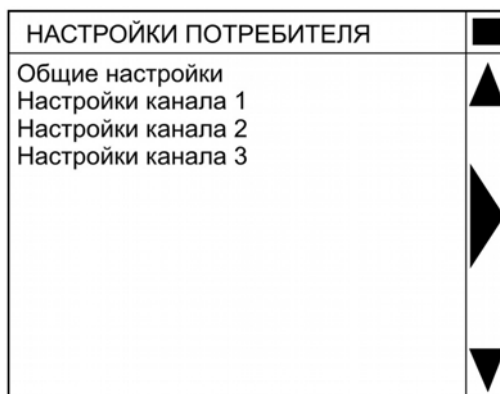

Рисунок 12 — Меню «НАСТРОЙКИ ПОТРЕБИТЕЛЯ»
3.4.6.1 Активация в «Главном меню» строки «Настройки потребителя» выводит на экран соответствующее меню (рисунок 12).